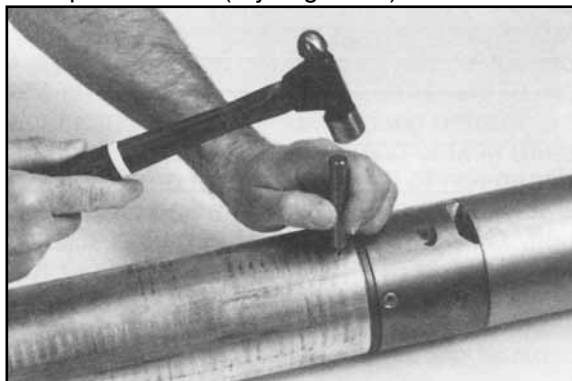

Figura 10: Remachar 4 furos
9. Gire o tubo de descarga de forma que os quatro furos se alinhem com os quatro furos da Válvula. Utilizando o punção cônico, remache cuidadosamente os quatro furos do tubo de descarga nos furos escareados do corpo da válvula (veja Figura 10).